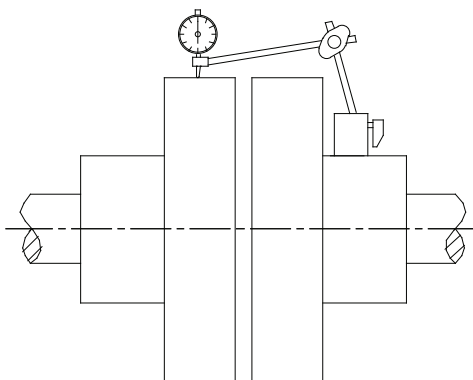

Figura 4.3 Alineación y calibración de la unidad de bombeo
5. Verifique la alineación de la bomba y el motor. Alinee y calibre la unidad con un nivel en caso de ser necesario (consulte la Figura 4.3).